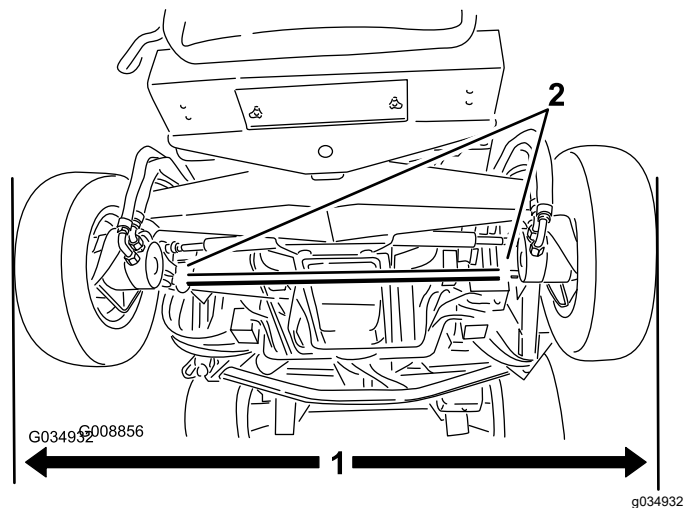

Рисунок 117
1. Установив задние шины строго прямолинейно, измерьте наружное расстояние (на высоте моста) в передней и задней частях задних шин (Рисунок 117).
2. Для регулировки схождения ослабьте зажимы на обоих концах поперечных тяг (Рисунок 117).